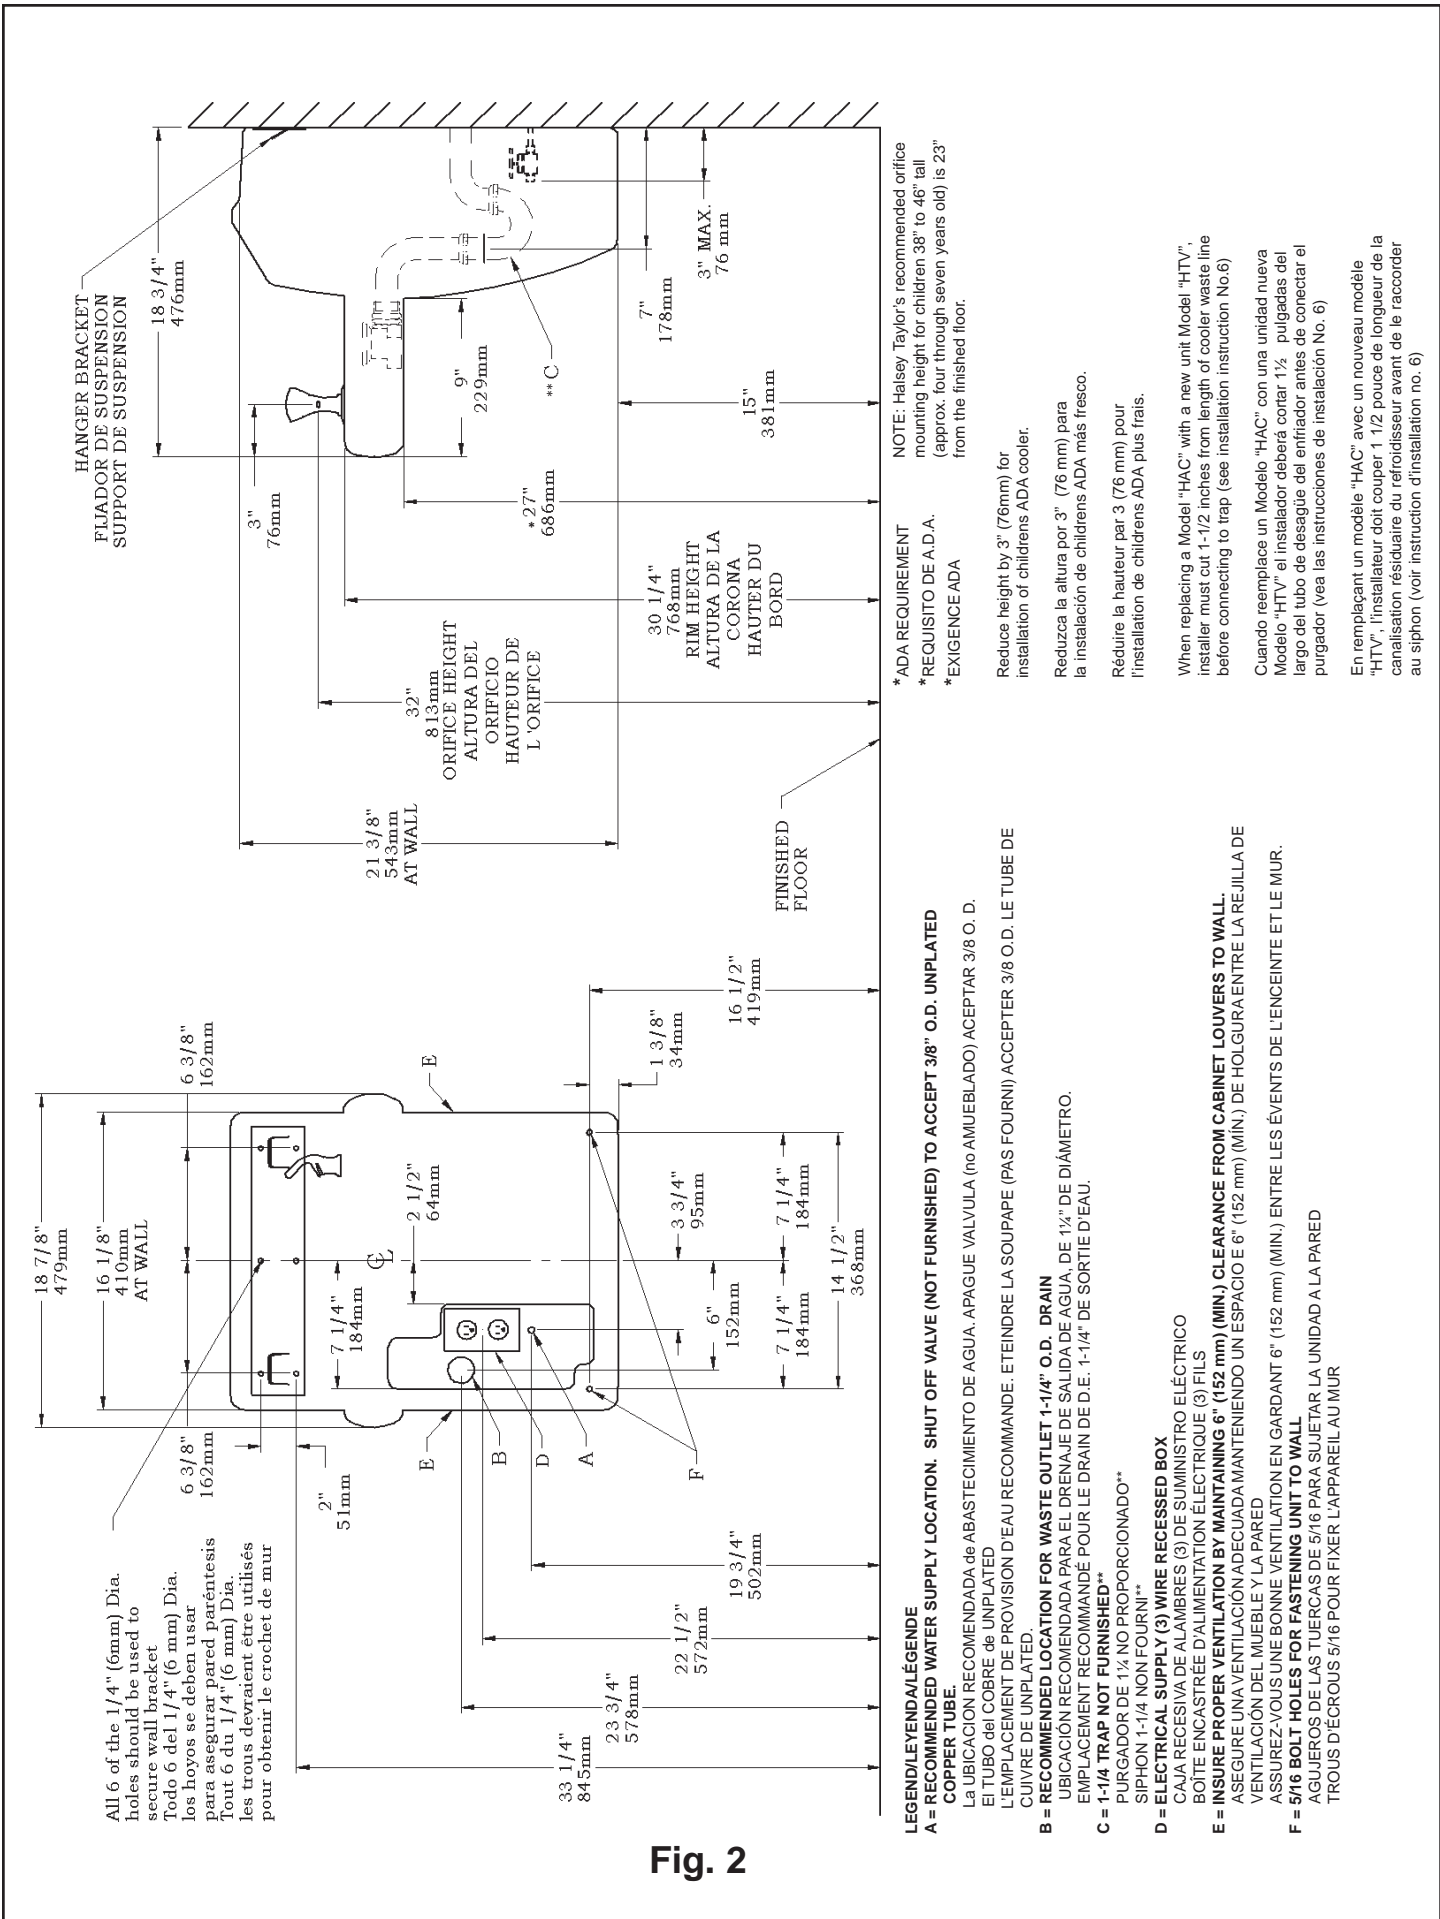

Fig. 2
- 1) Remove the hanger bracket fastened to back of the cooler by removing one (1) screw.
- 2) Mount the hanger bracket as shown in Fig. 2 & Fig 3.
**NOTE:** Hanger Bracket MUST be supported securely. Add fixture support carrier if wall will not provide adequate support. Anchor hanger securely to wall using all six (6) 1/4 in. dia. mounting holes.
- 1) Quita gancho paréntesis abrochó para apoyar de más fresco quitando uno (1) tornillo.
- 2) Monta el paréntesis de gancho como mostrado en la Fig 2. & Fig 3.
**La NOTA:** Paréntesis de Gancho se debe sostener seguramente. Agregue instalación fija portador de apoyo si pared no proporcionará apoyo adecuado. El gancho del ancla seguramente a usar de pared todo y seis (6) 1/4 en. dia. hoyos que montan.
- 1) Enlève le crochet de cintre a attaché pour soutenir de plus frais en enlevant celui (1) la vis.
- 2) Monter le crochet de cintre selon la Fig 2 y 3.
**LA NOTE:** le Crochet de Cintre doit être assurément soutenu. Ajouter le transporteur de soutien d'accessoire si le mur ne fournira pas le soutien suffisant. Ancrer le cintre assurément à l'utilisation de mur tout six (6) 1/4 dans. dia. les trous qui montent.